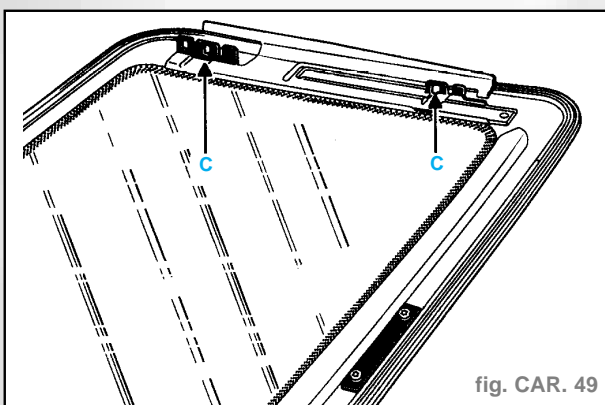

fig. CAR. 49
- Les vis de fixation se logent dans les trous (C) (fig. CAR. 49).